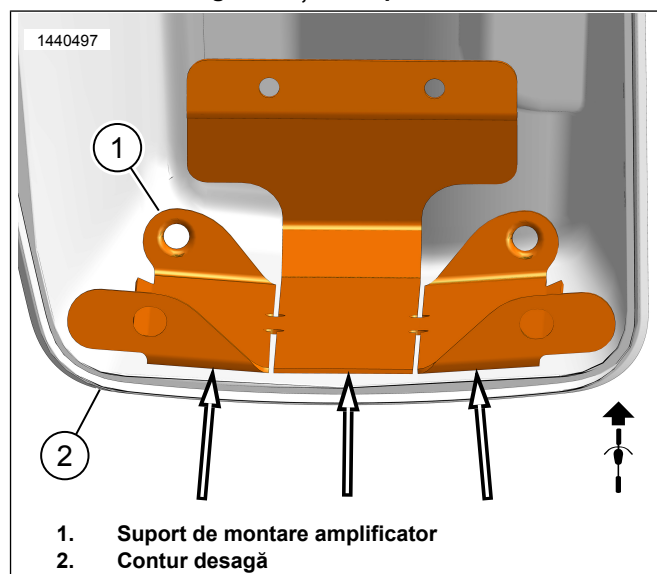

Figura 6. Contur desagă
- b. A se vedea figura 6. Utilizați fantele din suportul de montare (1) pentru a îndoi și a urmări conturul de la desagă (2) fără balans. Acest lucru va asigura un contact mai bun și aderență cu banda. Nu decojiți banda în acest moment.